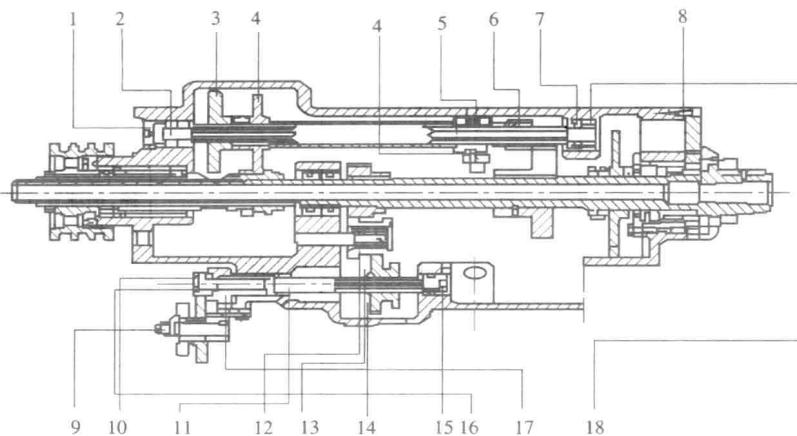

图 1.6 床头箱装配图
本任务是修理如图 1.6 所示的床头箱。
1. 床头箱的拆卸(见图 1.6)
①用内六角扳手卸下床头箱顶盖螺钉，并将顶盖卸下。用特制内六角扳手将主轴箱内两个内六角螺钉卸下，用呆扳手将主轴箱下面前、后两个外六角螺钉卸下。用呆扳手将挂轮架固定螺母松开，将挂轮架与齿轮 16 脱开。用十字螺丝刀卸下螺钉 10 及垫圈，卸下齿轮 16，用吊车将床头箱吊至平台。
②按子任务二将主轴拆卸。
③用拉卸工具将堵头 1 卸下，用铜棒作垫将花键轴 2 向床头方向敲击，取出堵头 18。用冲子将轴承 7 卸下，将轴 2 组件从箱体中取出。用螺丝刀卸下齿轮 3 及拨块 4 的锥端紧定螺钉，并将 3 和 4 从套中卸下。用螺丝刀将齿轮 6 的锥端紧定螺钉 5 卸下，并卸下齿轮 6，将花键轴 2 从套中抽出来。
④在箱体内，用冲子将轴 13 冲下，在虎钳上卸下齿轮 12 内孔孔用挡圈，用冲子将齿轮 12